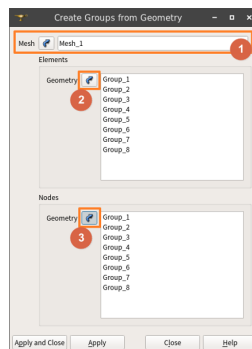

Figure 9: 09
- Figure 9에서, 1번 영역에는 그룹을 적용할 매쉬를 선택해 넣어준다.